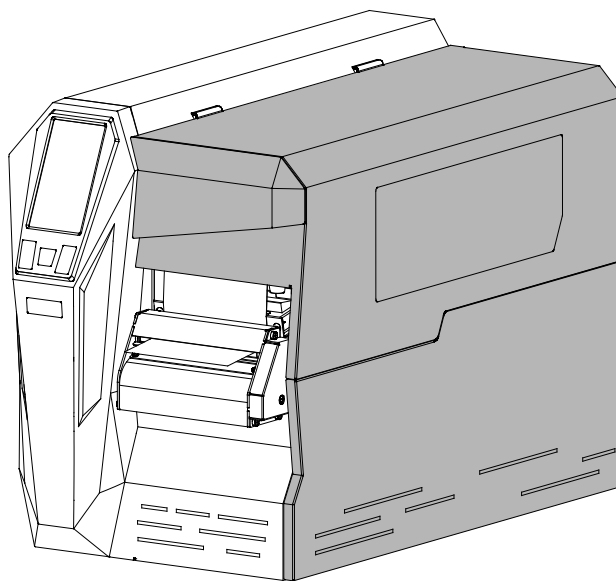

图 2-24 纸卷安装完成
7. 合上打印机上翻盖，进入 LCD 触控屏设置菜单，设置出纸处置模式为切纸模式（具体请参考 3.2.1.7 出纸处置），如图 2-24 所示。